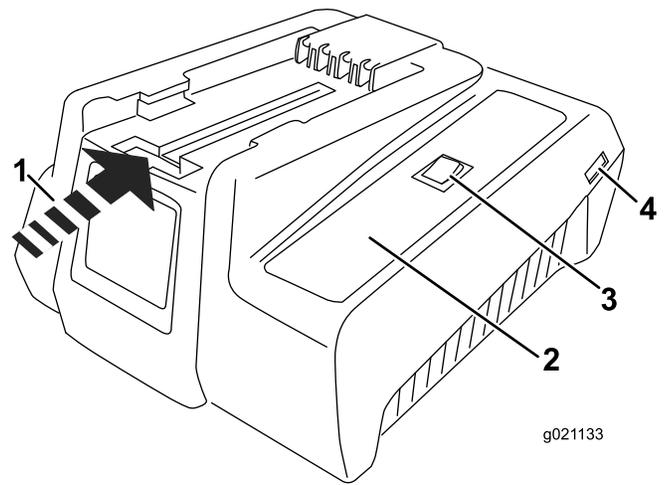
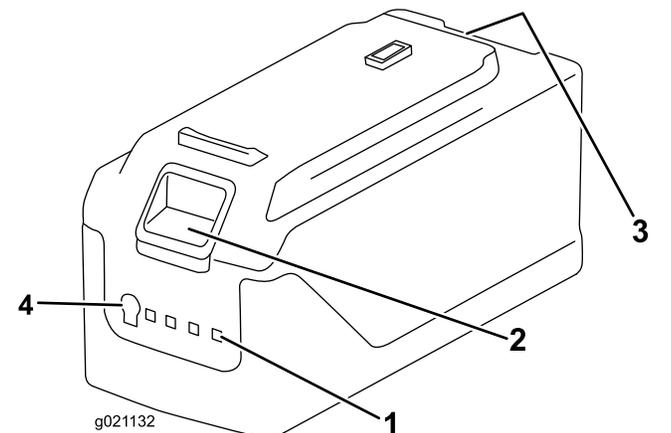

Figure 10
Figure 11
- Si ce n'est déjà fait, branchez le cordon d'alimentation au chargeur (Figure 10), puis branchez-le à la prise électrique.
- Retournez la batterie et placez la borne en face de la fente du chargeur (Figure 10 et Figure 11).